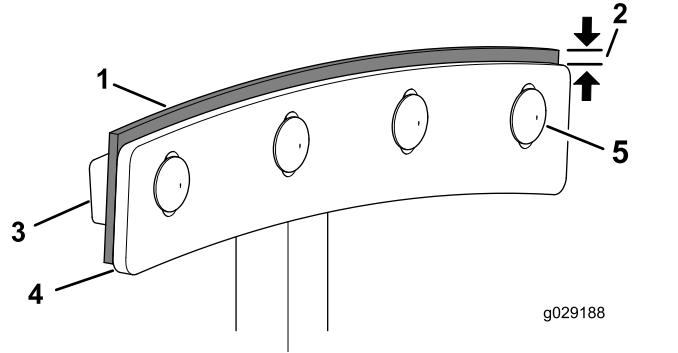

Figura 45
4. Afloje los pernos de cabeza redonda y las contratuerzas prensadas que sujetan la hoja de la paleta y la escobilla a la paleta (Figura 45).